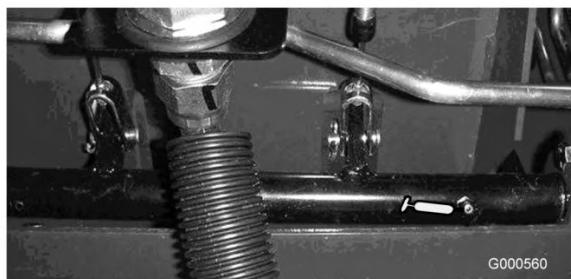

Figure 24
- Roulements d'axes de pivots de freins (5) (Figure 24)